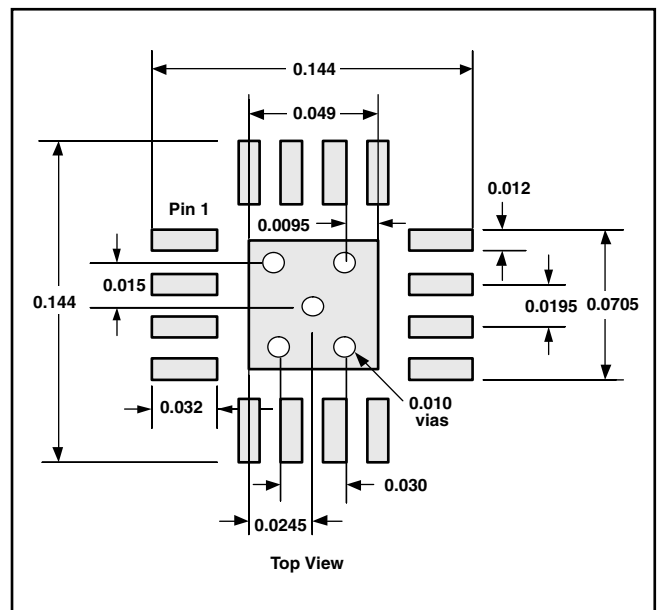

図71. QFNのエッチとビアのパターン
9. THS4520のPCBの推奨フットプリントを図71に示します。